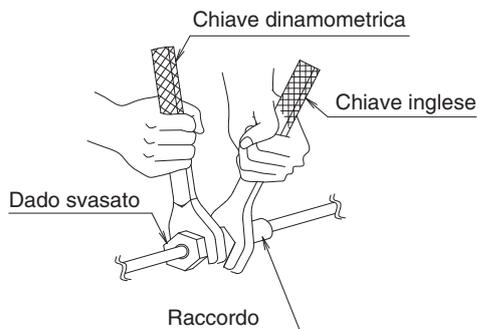

Fig. 13
- Durante il collegamento delle tubazioni al condizionatore d'aria, assicurarsi di utilizzare una chiave inglese e una chiave dinamometrica, come illustrato in **Fig. 13**. Per le dimensioni del componente svasato, vedere la Tabella 1.